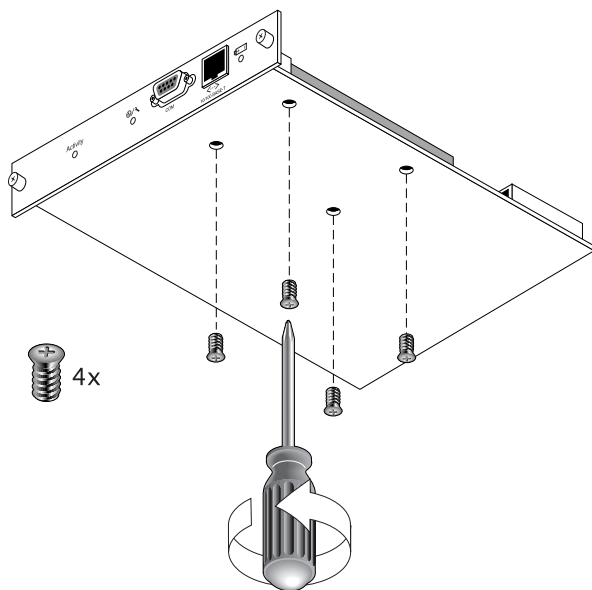

图 4-5 已拆除螺钉的电池模块的底面
4. 拆除模块底面的电池螺钉以从电池模块中松开电池，拆除螺钉的方法与图 4-5 所示类似。